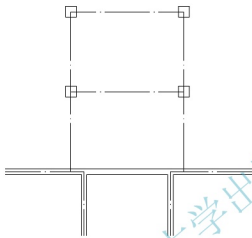

图 2.56 复制柱子
(1) 单击【修改】工具栏上的【复制】图标或在命令行输入“CO”并按 Enter 键, 启动【复制】命令。
① 在**选择对象**: 提示下, 选择矩形柱, 并按 Enter 键进入下一步命令。
② 在**指定基点或【位移(D)]< 位移 >**: 提示下, 捕捉 A 点(1/4 轴线和 E 轴线的交点)作为复制基点。
③ 在**指定基点或【位移(D)]< 位移 >**: **指定第二个点或 < 使用第一个点作为位移 >**: 提示下, 分别捕捉 1/4 轴线和 F 轴线的交点、1/6 轴线和 E 轴线的交点、1/6 轴线和 F 轴线的交点, 这样便复制出另外 3 个柱子, 如图 2.56 所示。
(2) 学习【复制】命令一定要理解基点的作用, 基点的作用是使被复制出的对象能够